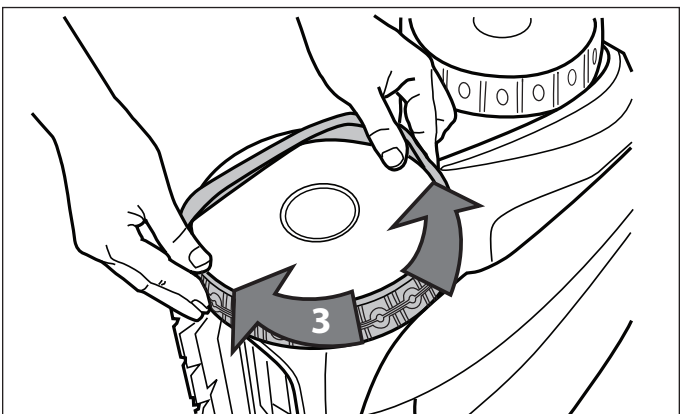

Figure 39. Étirer le pneu autour de la roue
5. Continuer à insérer le pneu dans la roue et vérifier que la nervure du pneu est placée correctement dans la rainure de la roue. Se référer à la Figure 39.